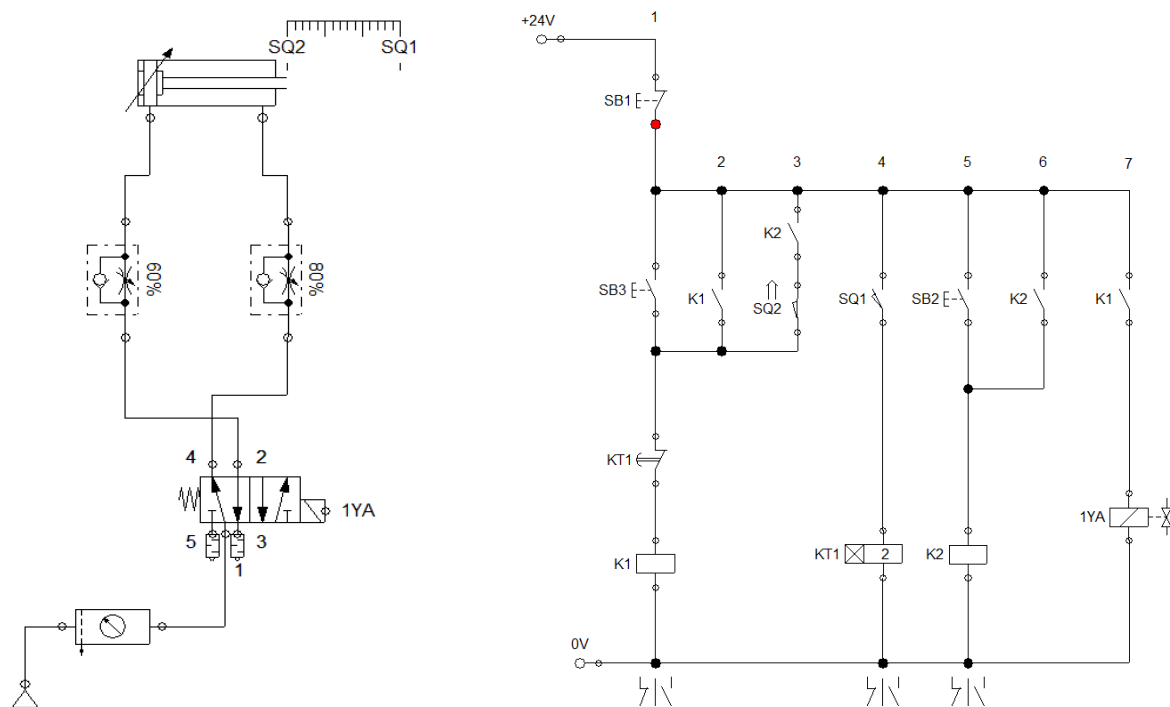

图 H 1 单气缸延时往复气动回路和电气控制回路
(1) 任务描述 安装并调试单气缸延时往复气动系统，气动回路图和电气控制线路图如下图 H 1 所示：